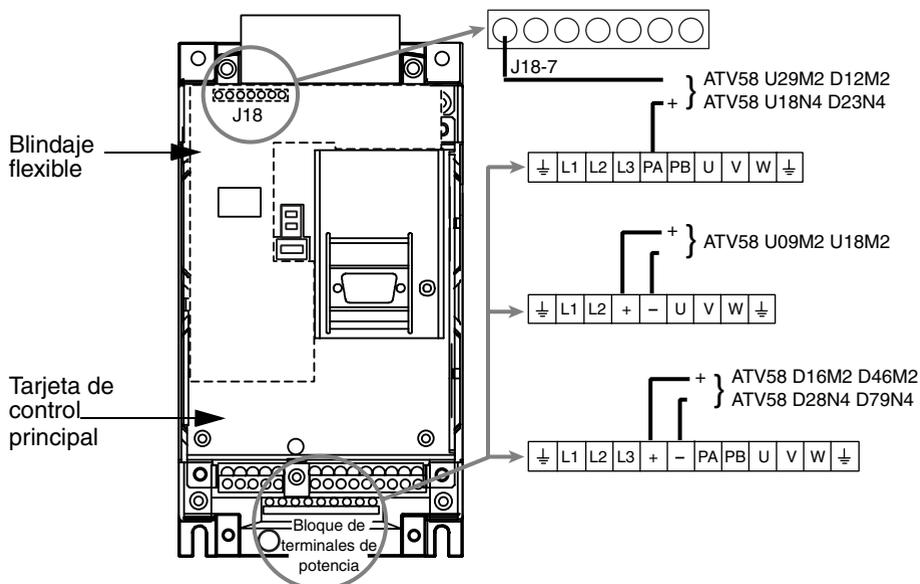

Figura 2: Ubicación de los puntos de medición de la tensión del bus de \overline{cd} (se muestra el modelo ATV58HU09M2)
El nivel de tensión del bus de $\overline{---}$ (cd) se determina supervisando los puntos de medición (+) y (-). Su ubicación varía según el número de modelo de variador como figura en la tabla 1 y se muestra en la figura 2 en la página 64. El número de modelo del variador se encuentra en la placa de datos.
3. Lea el número de modelo de variador de la placa de datos e identifique los puntos de medición (+) y (-) correspondientes de la tabla 1 y figura 2.